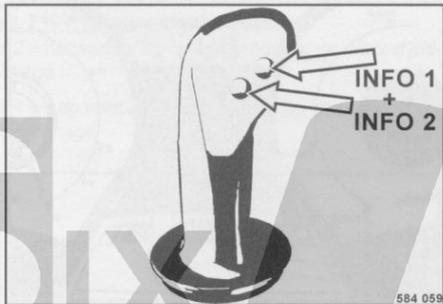

fig. 75
- Pour quitter le mode d'enregistrement, appuyer sur les deux touches Info (fig. 75) pendant plus de 3 secondes ou actionner la touche F3 jusqu'à ce que l'état normal soit à nouveau rétabli..